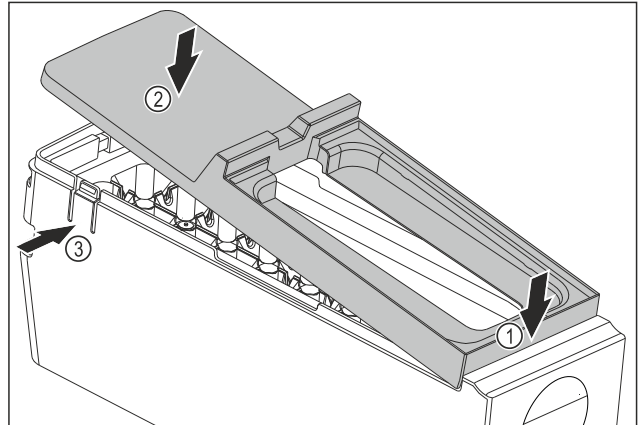

Fig. 186
- ▶ Montáž krytu korpusu EasyTwist-Ice: Kryt nasadíte vpredu. Fig. 186 (1)
- ▶ Kryt spustíte dozadu. Fig. 186 (2)
- ▷ Kryt počutelné zapadne od oboch strmeňov Fig. 186 (3).